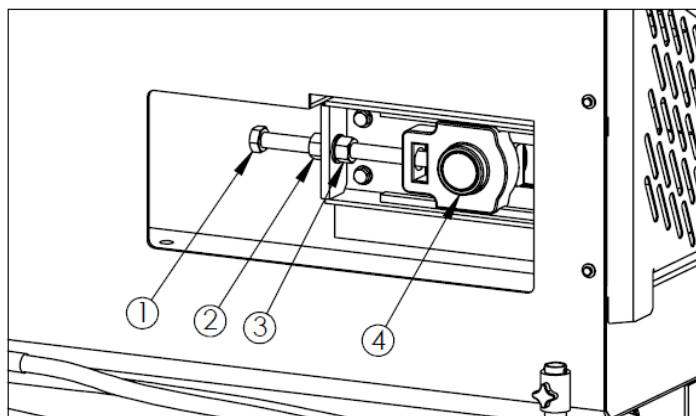

Abbildung 17. Spannen der Spannen der Rollbodenketten 1 - Stellschraube, 2-3 - Muttern, 4 - Spannerlagereinheit
Die Spannung der Rollbodenketten während des Betriebs muss täglich überprüft werden, insbesondere während der Inbetriebnahme. Das Spannen der Ketten erfolgt mittels Stellschrauben vorne an der Seitenwand der Ladekiste – vgl. Abbildung 17. Um die Kettenspannung zu erhöhen, lösen Sie die Mutter (2), indem Sie die Mutter (3) mit einem Schraubenschlüssel (1) festhalten und die Lagereinheit (4) nach vorne bewegen. Den Spannvorgang links und rechts vom Streuer durchführen und dabei auf die gleiche Kettenspannung achten.